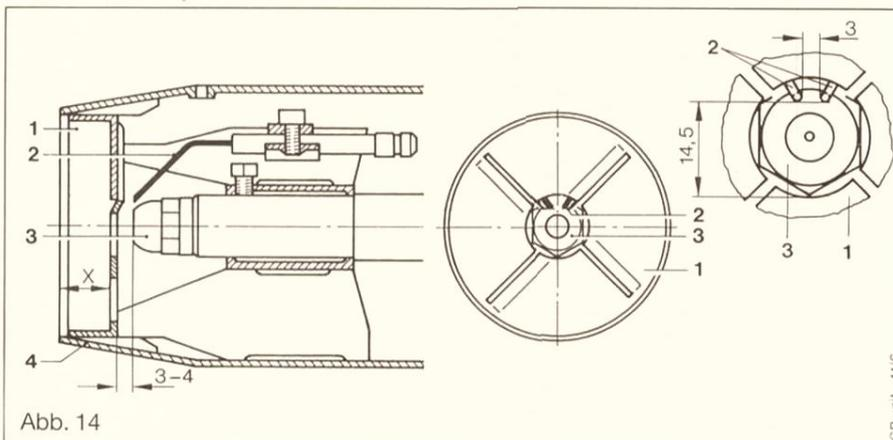

Abb. 14
- b) Lösen der Konterrändelmutter (5) und drehen an der Einstellrändelschraube (4) nach rechts, ergibt weniger Luftdurchsatz an der Stauscheibe (mehr CO_2), (Maß x wird kleiner. Siehe Abb. 14), nach links ergibt mehr Luftdurchsatz an der Stauscheibe (weniger CO_2), (Maß x wird größer. Siehe Abb. 14).
Legende zu Abb. 14
Die Spitzen der Zündelectroden (2) dürfen nicht über die Vorderkante der Brennerdüse (3) hinausragen. Die in Abb. 14 angegebenen Abstände zur Brennerdüse (3), zur Stauscheibe (1) und zueinander sind genau einzuhalten.
Zur Beachtung: Mischeinrichtung mit Zündelectroden (2) beim Einbauen nicht verdrehen. Aus Gründen der Funktionssicherheit die in Abb. 14 dargestellte Stellung beibehalten!